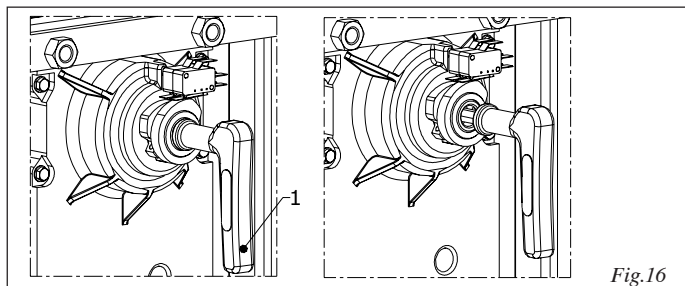

Fig.16
- inserire la chiave speciale che si trova dentro il montante nel foro di sblocco (fig.16 rif.1) e ruotare in senso antiorario di alcuni giri fino a battuta meccanica.